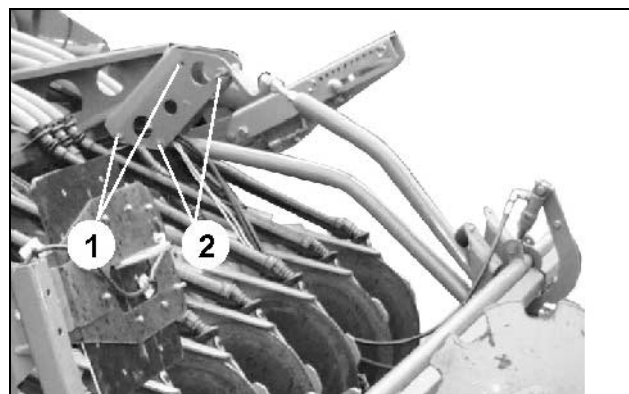

Fig. 25
- Monteringssteder (Fig. 25/1) ved anvendelse af normal- eller ROTEC-skær.
- Monteringspunkter (Fig. 25/2) ved anvendelse af ROTEC-skær.